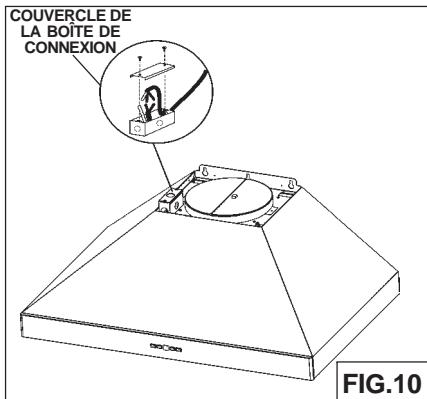

FIG.10
1. Enlevez le couvercle de la boîte de connexion électrique. Ouvrez un trou de la boîte de connexion électrique (Fig.10).